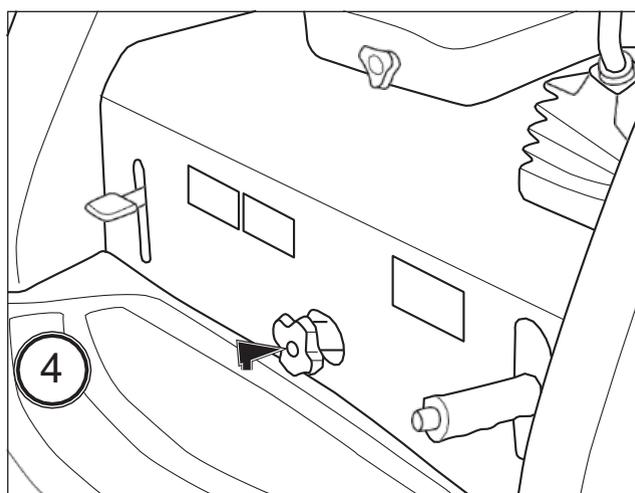

FIG. 67
FIG. 67: El asa (4) que controla la velocidad de bajada controla el porcentaje de descarga de aceite hidráulico y, por tanto, la velocidad de bajada del enganche y del equipamiento. Gire la rueda en el sentido horario para disminuir la velocidad de bajada (el tiempo de bajada aumenta) y en el sentido antihorario para aumentarla (el tiempo de bajada disminuye). Cuando gira la rueda a fondo en el sentido horario, el equipamiento se bloquea en su posición actual.